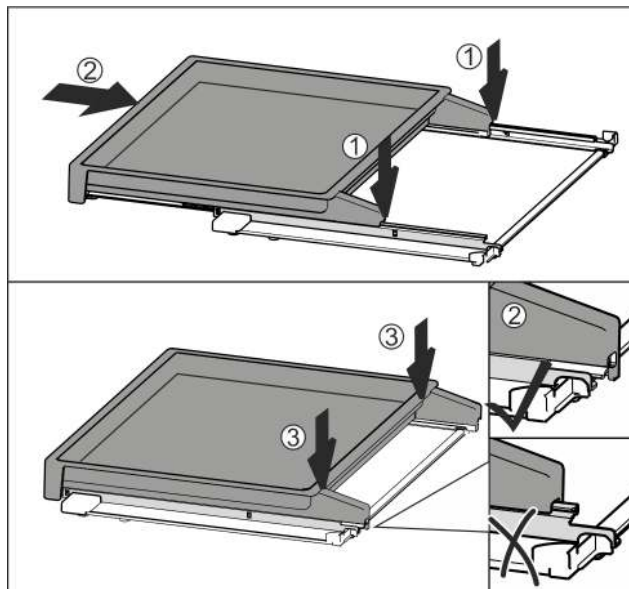

Fig. 37
- Установить по центру на направляющие Fig. 37 (1).
- Вставить вытяжную панель полностью Fig. 37 (2).
- Нажимать на задней стороне до тех пор, пока не будет слышна фиксация Fig. 37 (3).